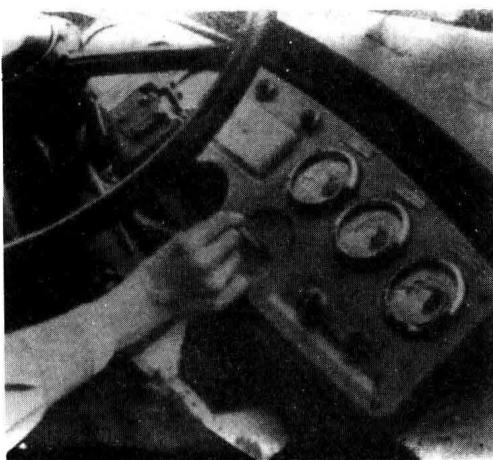

图 1-6 选择阀
行车制动用于装载机经常性的一般中速行驶的控制与停车。由于它是用脚操纵故亦称为脚制动。它采用点盘式制动器，气推油加力泵，通过脚踏板来操纵制动。前、后轮的制动器通用，并各自配有通用的加力泵，损坏任一管道的加力泵，不会影响另一回路制动性能。但制动系统中常装一个选择阀(图 1-6) (装在仪表盘上)，当选择阀向右(下)拨动时，制动不切断动力，往左(或向上)时为切断动力。
8. 选择阀(图 1-6)：